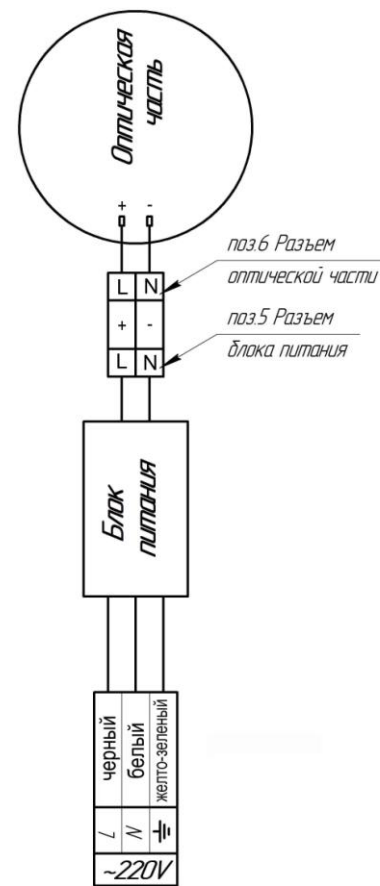
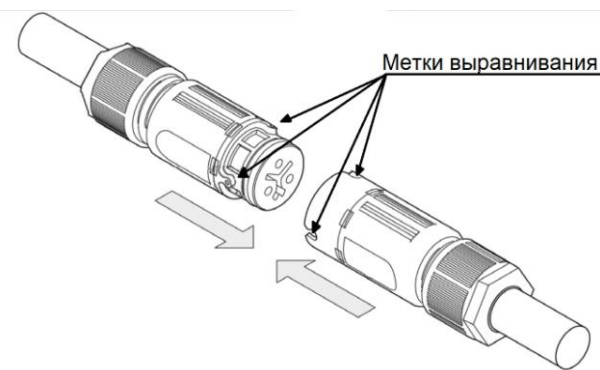

Рис.2
Рис.3
- 5.4. Соединить разъемы оптической части (поз.5) и блока питания (поз.6), совместив метки выравнивания (см. рис.2 и рис.3).